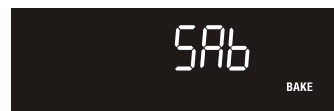

Fig. 1
6. Appuyez sur **les touches BAKE TIME** (temps de cuisson) et **DELAY START** (mise en marche différée) **et maintenez-les enfoncées** pendant au moins 3 secondes simultanément. Le tableau de commande émettra un bip et **SAb** s'affichera à sur le tableau de commande (fig. 1). Le four est correctement réglé pour le sabbat lorsque **SAb** s'affiche.